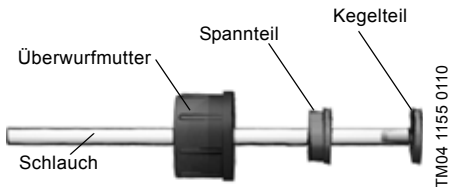

Abb. 6 Hydraulischer Anschluss
2. Kegelteil vollständig in den Schlauch einschieben, siehe Abb. 6.